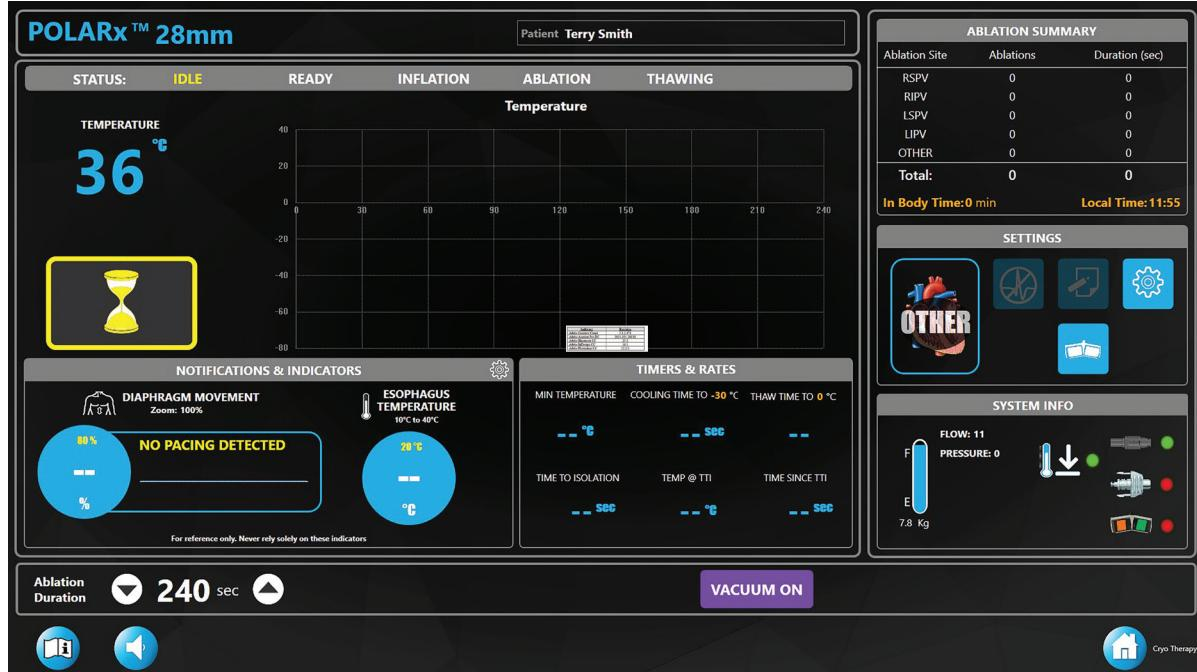

Figura 5. Ecrã de terapia – estado inativo – cateter válido ligado
3. Prima o botão **VACUUM ON** (Ligar vácuo) no ecrã Therapy (Terapia) (Figura 5).